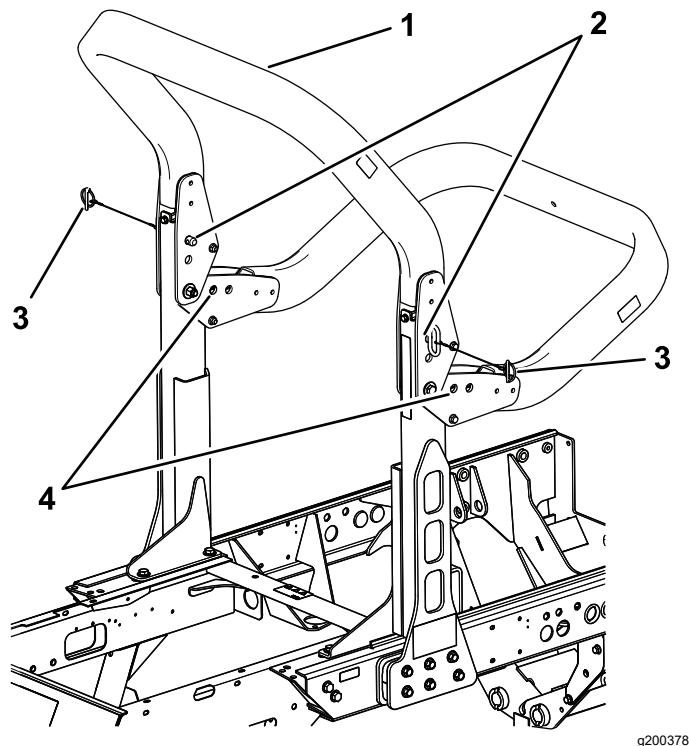

Figure 42
2. Soutenez le poids du cadre supérieur pendant que vous enlevez les goupilles de verrouillage et les axes de chape des supports de pivot (Figure 42).